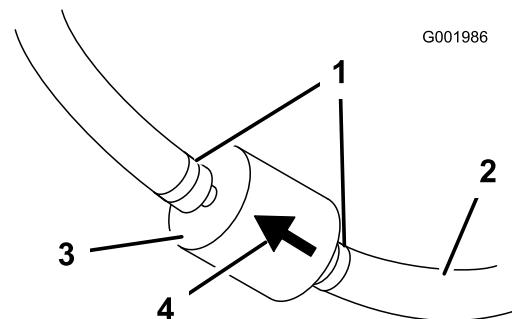

Bild 53
- Drücken Sie die Enden der Schlauchklemmen zusammen und schieben Sie sie vom Filter weg (Bild 53).